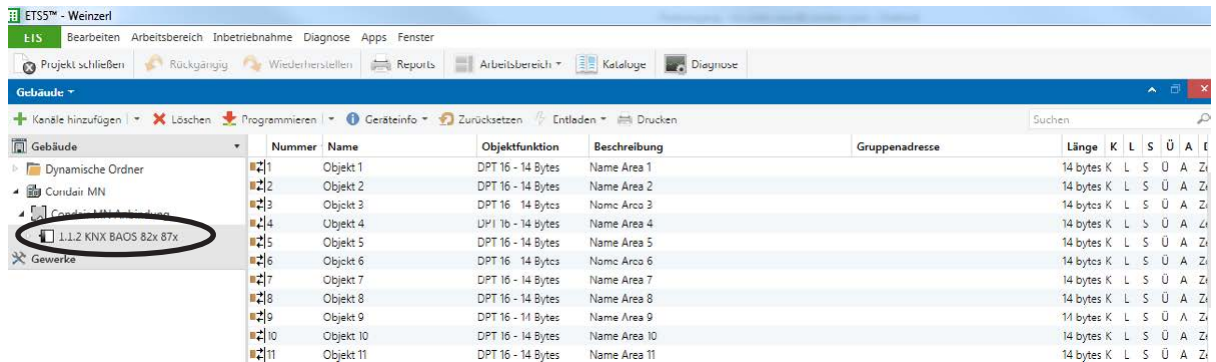

Abb. 3: Download der Projektdatei "MN Option KNX.KNXPROJ"
3. Nachdem Sie die Projektdatei "MN Option KNX.KNXPROJ" mit der ETS5 Software geöffnet haben, erscheint das Gerät "KNX BAOS 82x 87x". Dieses Gerät bildet die Schnittstelle zwischen dem Condair MN und der bestehenden KNX Heimautomatisierung (siehe Abb. 3).